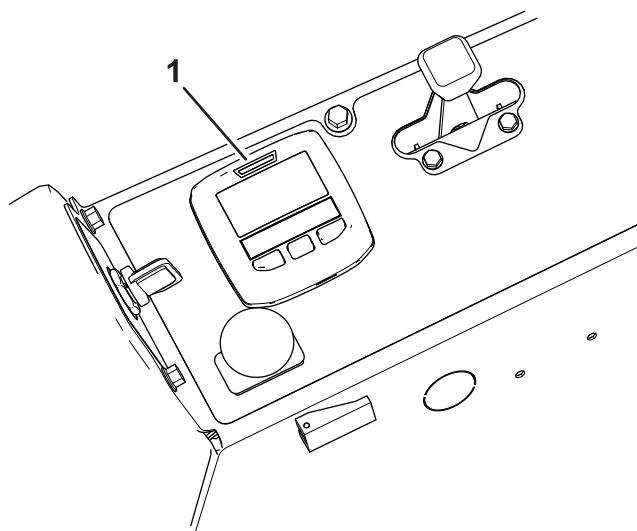

Figura 12
B. Luz LED del InfoCenter (Figura 12):
Nota: La luz LED de la parte superior de la pantalla (Figura 12) parpadea mientras se calibra el sensor.
La luz y la alarma indican la naturaleza de la pendiente (Figura 12):